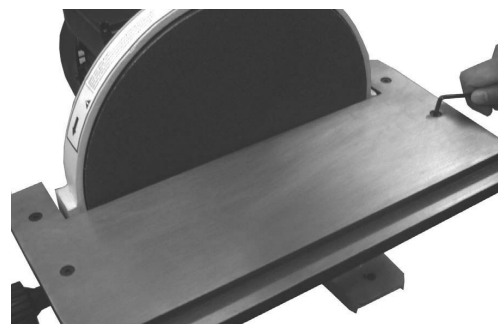

Fig. 04
3. Oppretthold alltid et mellomrom på ca 1/16" (16 mm) mellom bordkanten og skiven. Om justeringer er nødvendig, løsner du på de fire boltene (fig. 04) og flytter bordet i posisjon.